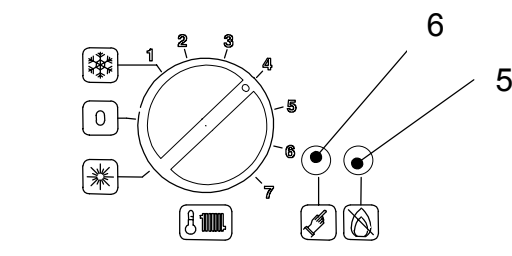

Fig. 3.2
**If the lock-out signal lamp comes on** this indicates that the safety lock-out 5 (Fig. 3.2) has stopped the boiler
To re-start the boiler, it is necessary to press the boiler reset button 6 (Fig. 3.2).
Чтобы снова запустить котел, необходимо нажать кнопку повторного включения котла 6 (рис. 3.2)